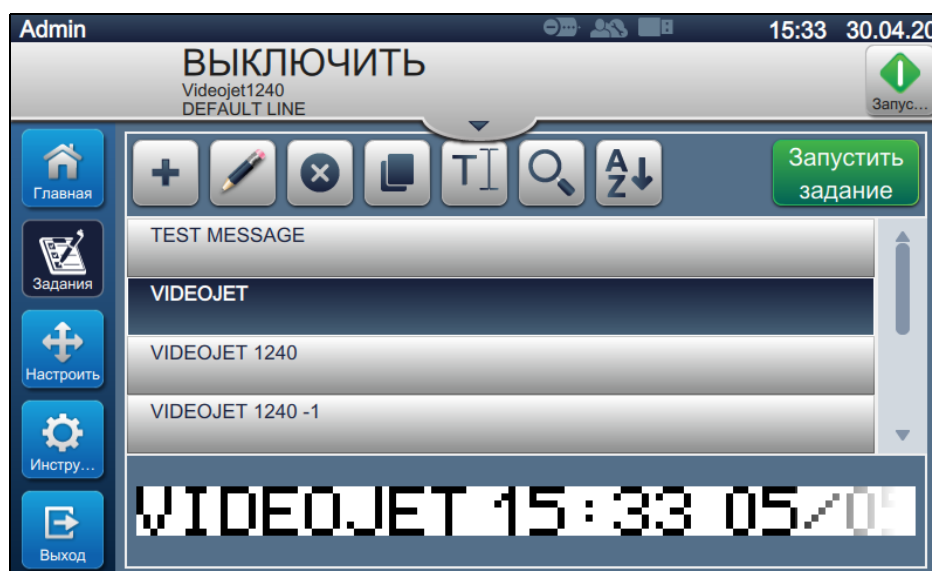

Рис. 5-1: Экран со списком заданий
1. Нажмите кнопку . Отобразится экран «Список заданий», как показано на Рис. 5-1.